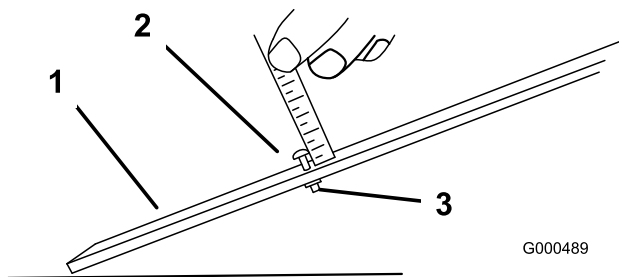

Figura 57
2. Allentate il dado sulla barra di misura (Figura 57) e posizionate la vite di regolazione all'altezza di taglio opportuna. La distanza tra la base della testa della vite e la superficie della barra è l'altezza di taglio.